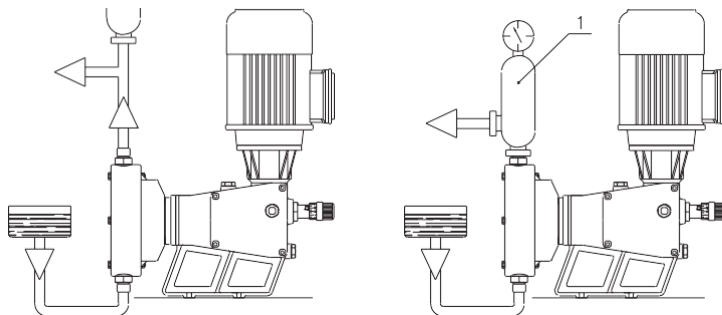

Fig. 5 - Configuration avec accumulateur pneumatique ou poumon amortisseur d'impulsions
5.3.3 Configuration avec accumulateur pneumatique ou poumon amortisseur d'impulsions (Réf. 1 - Fig.5)